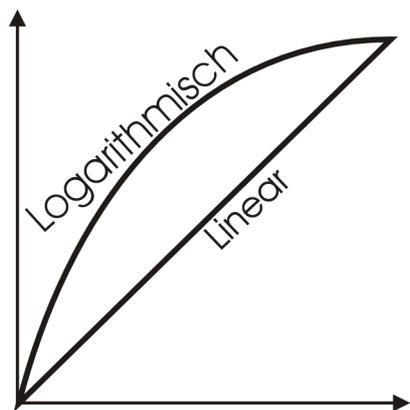

Abbildung 9: Kennlinie
- Die **Spannung** (U) beschreibt die Geschwindigkeit mit der die Elektronen fließen. Die Einheit V (Voltage; Volt) gibt die Spannung an.
- Der **Strom** (I) beschreibt die Stärke des Elektronenflusses, die Anzahl. In A (Ampere) ist die Stromstärke angegeben
- Die **Leistung** (P) beschreibt Spannung * Stromstärke. Diese wird in W (Watt) angegeben.
- Der **Widerstand** (R) beschreibt die Kraft, die in Materialien gegen den Strom wirkt, die Leitfähigkeit eines Materials. Ω (Ohm) ist die Einheit. Ohmsches Gesetz ist $R = U / I$.
- Die **Kapazität** (C) gibt die Menge an elektrischer Energie an, die in Dieser gespeichert werden kann. F (Farad) ist die Einheit, meist in pF ($10^{-12} F$), nF ($10^{-9} F$), μF ($10^{-6} F$) angegeben.
- Die **Induktivität** (L), gibt auch die elektrisch gespeicherte Energiemenge an. Die Einheit lautet H (Henry).
- **Logarithmisch** und **Linear** sind Formen, die beschreiben wie die Änderung aussieht, Abbildung 9. Logarithmisch ist eine gebogene Änderung. Bei Linearer Form ist die Änderung gleichbleibend. Es gibt noch andere Formen. Meist werden diese aber Linearisiert oder Idealisiert und mit einer Formel beschrieben.